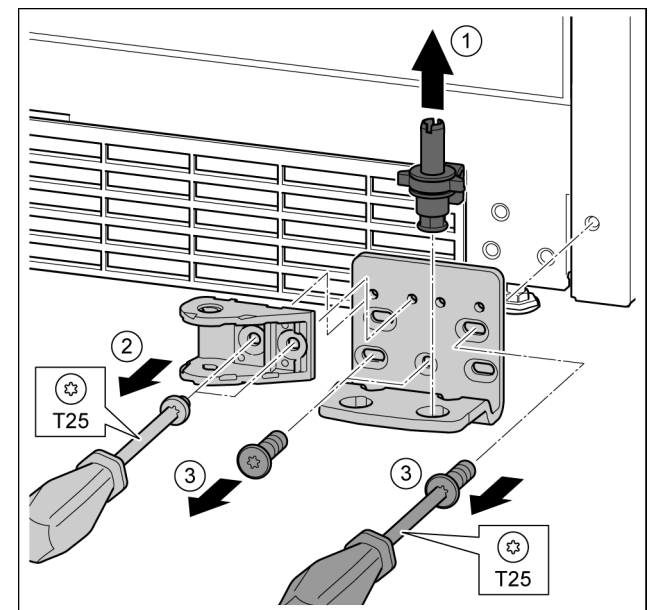

Fig. 35
- Lagerbolzen komplett nach oben herausziehen. Fig. 35 (1)
- Schrauben mit Schraubendreher T25 herausdrehen und Schließdämpferverbindung abnehmen. Fig. 35 (2)
- Schrauben mit Schraubendreher T25 herausdrehen und Lagerbock abnehmen Fig. 35 (3)